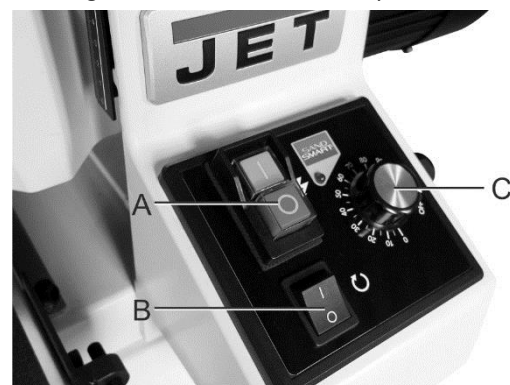

Figure 9-1: Panneau de commande
2. Activez l'interrupteur d'alimentation principal en appuyant fermement sur l'interrupteur (A, Figure 9-1)
3. Activez l'interrupteur à bascule (B, Figure 9-1) pour démarrer le moteur du cylindre.
4. Tournez en sens horaire le cadran de vitesse du convoyeur (C, Figure 9-1) pour démarrer et augmenter la vitesse du convoyeur.